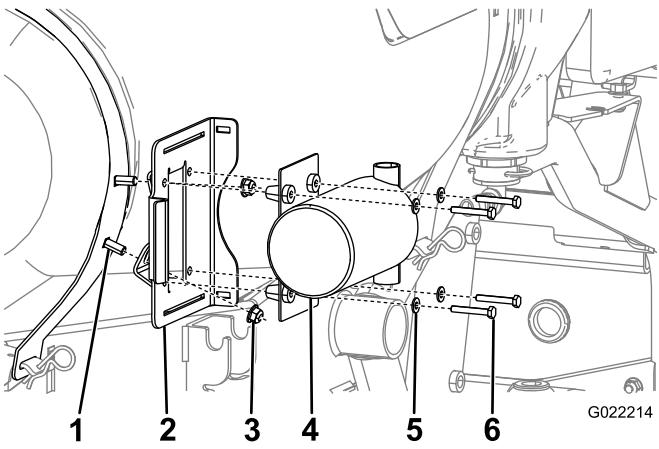

Figure 9
4. Au moyen de 2 écrous à embase, fixez le support de la pompe de rinçage aux boulons de carrosserie montés précédemment (Figure 9).
6. Fixez la pompe au cadre au moyen de 4 boulons et 4 rondelles (Figure 9).